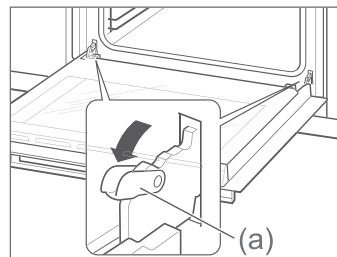

Fig. 1
2. Aprire le due leve di bloccaggio a sinistra ea destra verso l'esterno (a) come indicato a lato (Fig. 1).